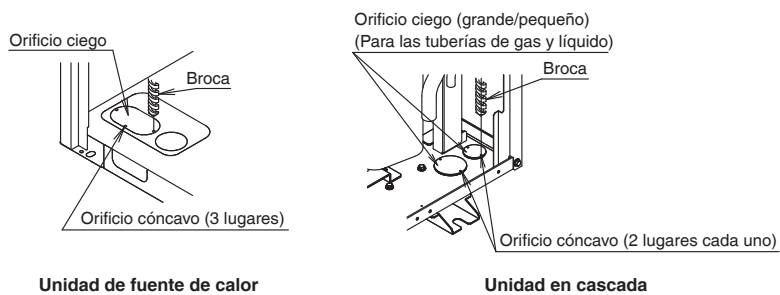

Fig. 11
- Perfore un orificio ciego con un taladro centrado en el orificio cóncavo del orificio ciego del bastidor inferior y abra un orificio ciego. (consulte la Fig. 11)